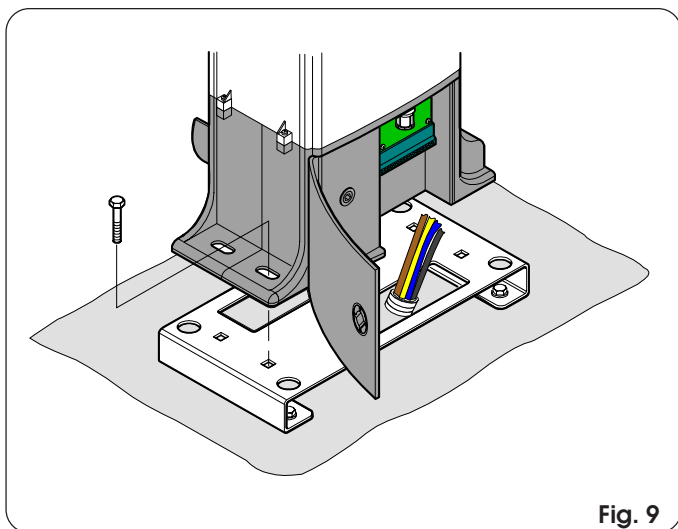

Fig. 9
- Posizionare l'operatore sulla piastra utilizzando le viti in dotazione come da Fig. 9.